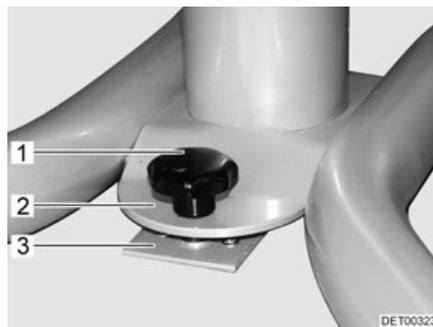

Fig. 86 Bloqueo mesa fija
- Colocar la mesa fija con la placa con agujero (Fig. 86,2) sobre la sujeción (Fig. 86,3).
- Desplazar la mesa fija de tal manera que el tornillo de sujeción (Fig. 86,1) pueda atornillarse en la sujeción (Fig. 86,3).